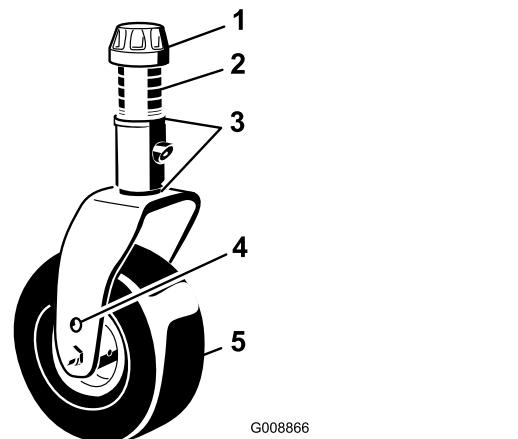

Figure 105
1. Enlevez le chapeau de tension de l'axe de pivot et sortez l'axe du bras pivotant (Figure 105). Repositionnez les cales pour éléver ou abaisser la roue pivotante, selon les besoins, et obtenir la bonne inclinaison.